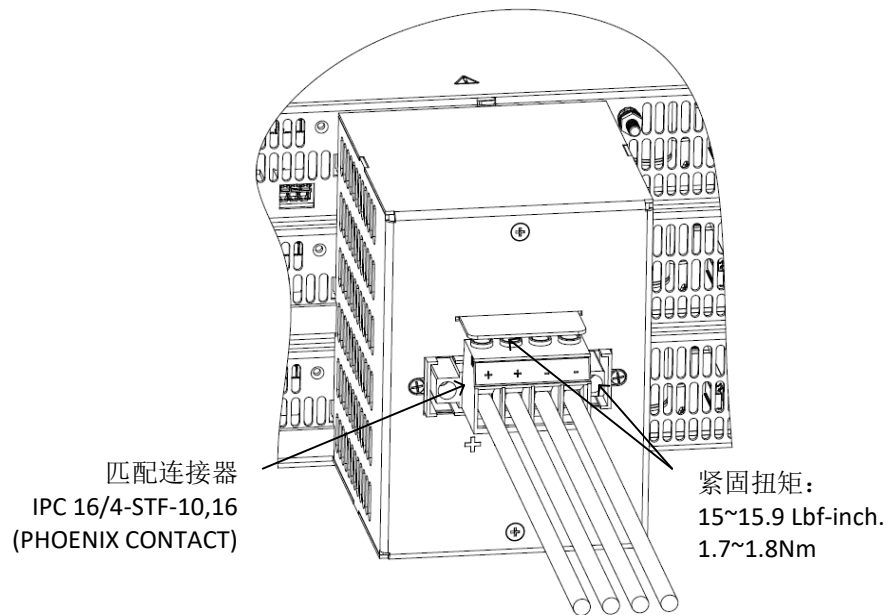

图 4-75：负载线连接到输出插头
3. 将剥离的导线插入端子并牢固拧紧端子螺钉（见图 4-75，所示为 15kW，也适用于 10kW）。紧固扭矩：15-15.9 Lbf-inch.(1.7-1.8Nm)。
4. 将匹配连接器拧紧到电源后面板上（见图 4-75，所示为 15kW，也适用于 10kW）。紧固扭矩：15-15.9 Lbf-inch.(1.7-1.8Nm)。